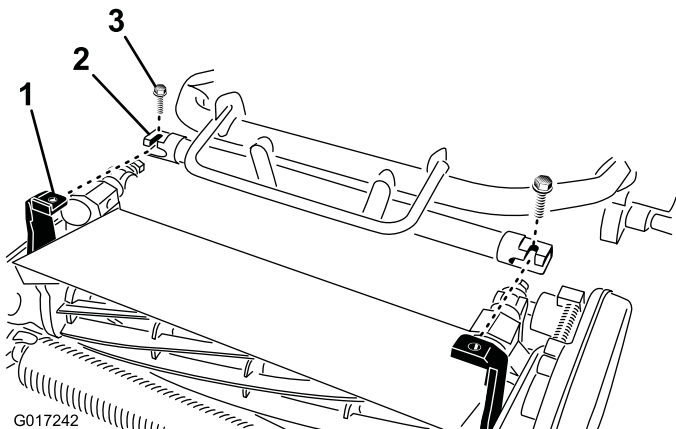

図 6
4. トラクションユニットのフレーム 図 6 を前方に引き出してカッティングユニットのピボットアームに接続する。
5. トラクションユニットのフレームをカッティングユニットのピボットアームに固定する 3/8 x 3/4 インチのボルト2本を使用する 図 6。